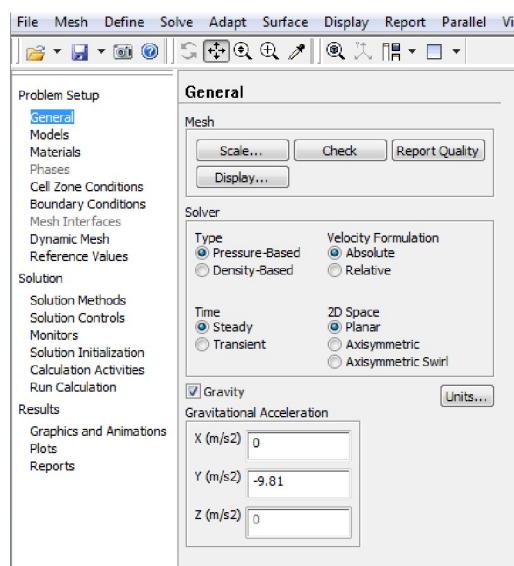

Рисунок 71 – Меню настройки параметров решателя
6. Задание опций решателя (рисунок 71):